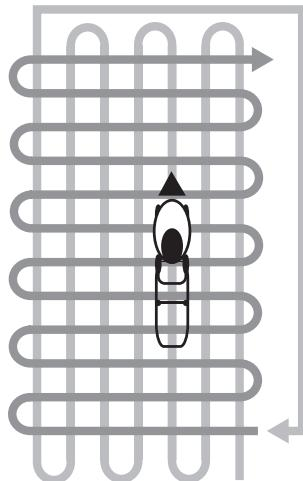

Рис. 16 Схема скашивания высокой и/или загущенной травы
- При работе в тяжелых условиях (п. 3,4) рекомендуется проводить скашивание в несколько приёмов каждый раз уменьшая высоту скашивания. На Рис. 16 представлена схема движения газонокосилки при скашивании высокой и/или загущенной травы.